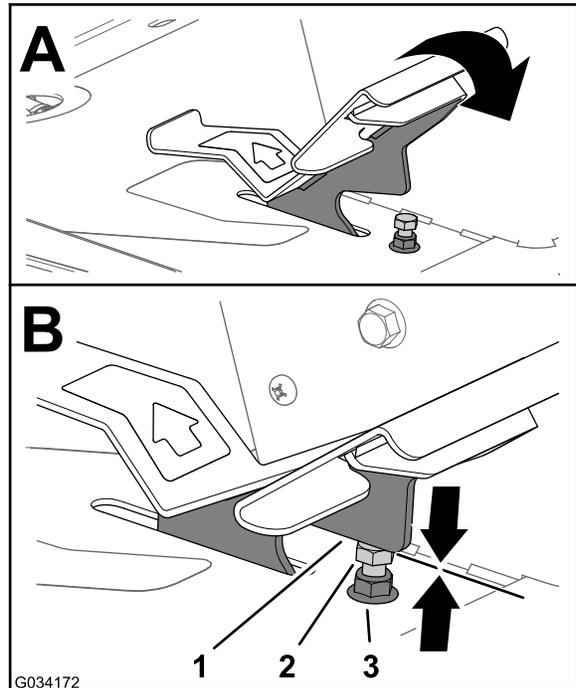

Bild 80
1. Drücken Sie das Fahrpedal ganz durch (Bild 80).
- A. Halten Sie den Fahrpedalanschlag (Bild 80) mit einem Schraubenschlüssel fest.